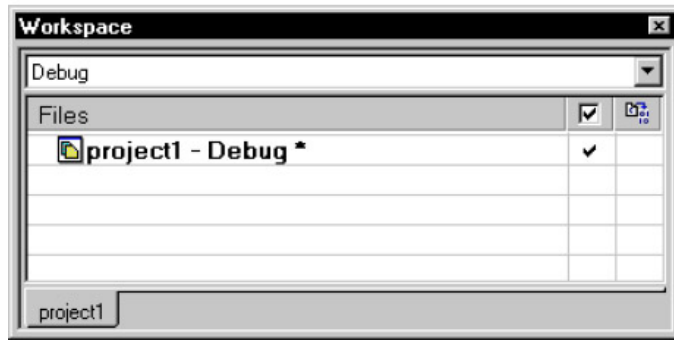

图 2. Workspace 窗口
② 在 Tool chain 栏中选择 ARM，然后点击 OK 按钮。
③ 在弹出的另存为窗口中浏览和选择新建的 My projects 目录，输入文件名 project1，然后保存。这时在屏幕左边的 Workspace 窗口中将显示新建的项目名。见图 2 所示：